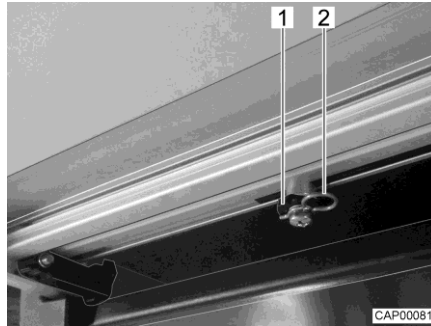

Bild 2 Antriebsstange (Eintrittstufe)
- An der Unterseite der Eintrittstufe beide Sicherungsclips (Bild 2,2) an den Antriebsstangen (Bild 2,1) abziehen.